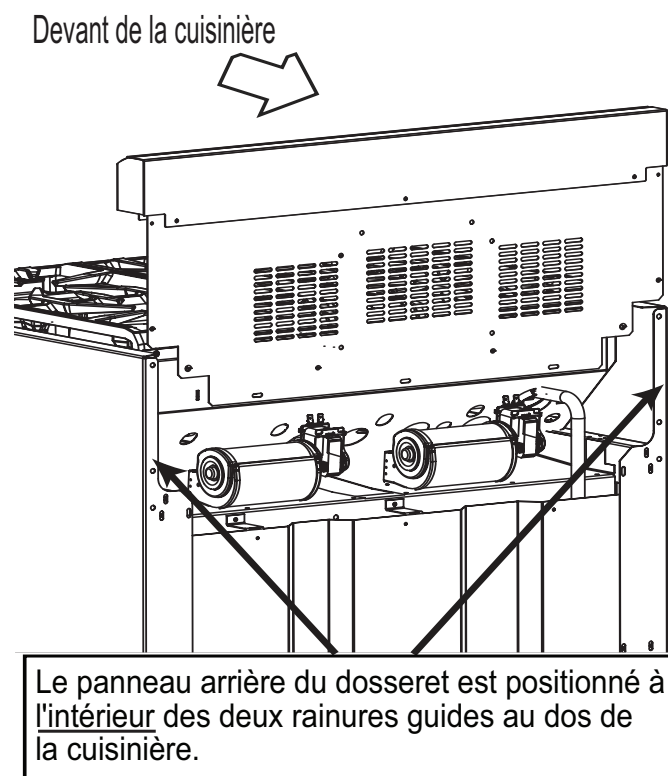

Figure 16 : Emplacement du dosseret
- NE tentez PAS d'installer le dosseret Thermador, qui est doté de trou d'aération dans le panneau arrière pour alimenter seulement un ventilateur de refroidissement (voir Figure 16).
- Le dosseret est inséré à l'intérieur des rainures guides au dos de la cuisinière, tel qu'illustré à la Figure 16. (Enlever l'assemblage de grille pour un dégagement d'installation suffisant pour les modèles avec grille.) À l'aide d'une clé Torx T-20, fixez le dosseret avec les quatre (4) vis Torx sur les panneaux latéraux de la cuisinière.
- La tablette à casserole requiert un pré-assemblage du panneau supérieur à la tablette en utilisant les neuf (9) vis Torx comprises. Pour une charge suffisante, IL FAUT fixer deux (2) vis dans les coins inférieurs du haut de la tablette. Utilisez trois (3) vis Torx pour installer la bande au dos de la cuisinière, tel qu'illustré. Le centre de la bande peut être soutenu par une languette depuis le panneau arrière et ne requiert pas de vis.
- Pour fixer le devant du dosseret, installez trois (3) vis Torx au panneau avant inférieur du dosseret, dans le rebord au dos de la surface de la cuisinière.